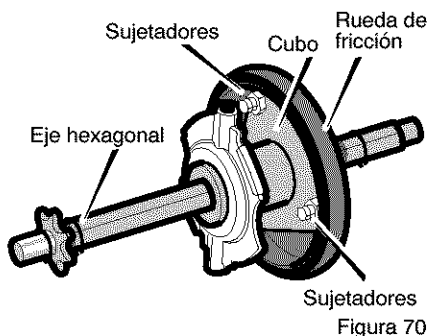

Figura 70
11. Quite los tres **sujetadores** que retienen la **rueda de fricción** en el **culo** (Figura 70).